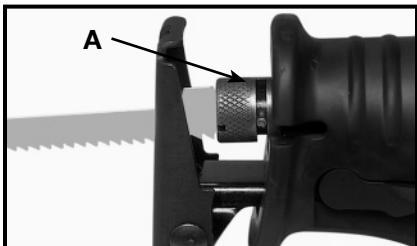

Fig. 4
1. Hay que tener el árbol alternativo (eje de vaivén) totalmente extendido para permitir entrada al collar de seguridad de la segueta (A) Fig. 4, de Quick-Change™. Si es necesario, apriete ligeramente el gatillo para mover el árbol alternativo hasta su posición extendida (como está ilustrado en la Fig. 4).
4. Meta la segueta en el seguro hasta el fondo. Deje que el collar de seguridad gire en el sentido de las manecillas del reloj para asegurar la segueta, (A) Fig. 4.